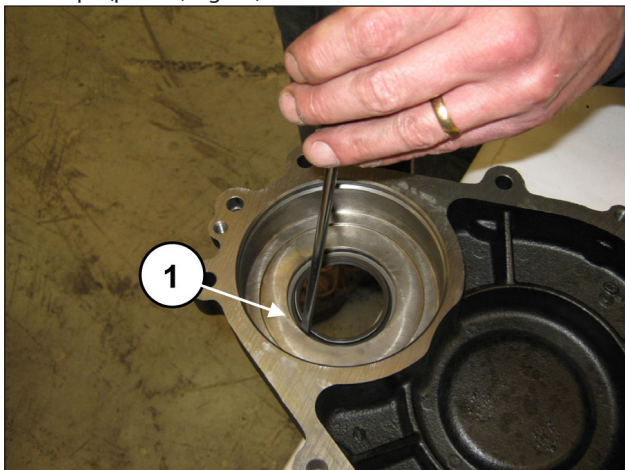

Fig. 11
Extraer el retén de la tapa del reductor desde el lado interno de la tapa (pos. ①, Fig. 11).